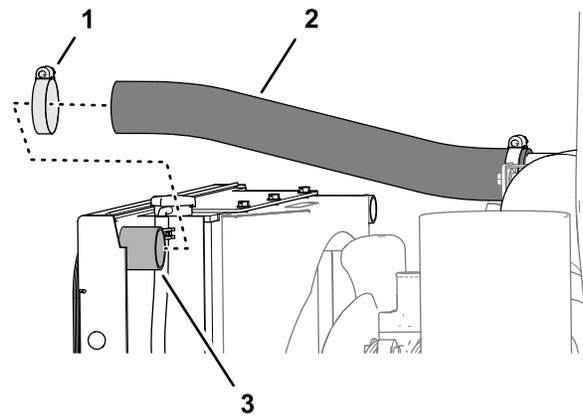

Figure 40
1. Branchez l'extrémité libre du flexible d'entrée d'air sur la sortie au sommet du radiateur (Figure 40).
2. Fixez le flexible sur la sortie avec le collier (Figure 40) que vous avez retiré à l'opération 5 Débranchement des durites du radiateur (page 8).